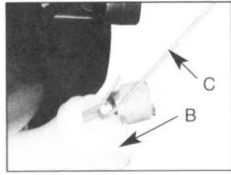

Fig. 23
1. Retirez complètement le bouchon du réservoir (B) afin de pouvoir enlever le filtre à essence (C). Utilisez un morceau de fil (C) avec un crochet à son extrémité pour tirer le filtre hors du réservoir. (Fig. 23)